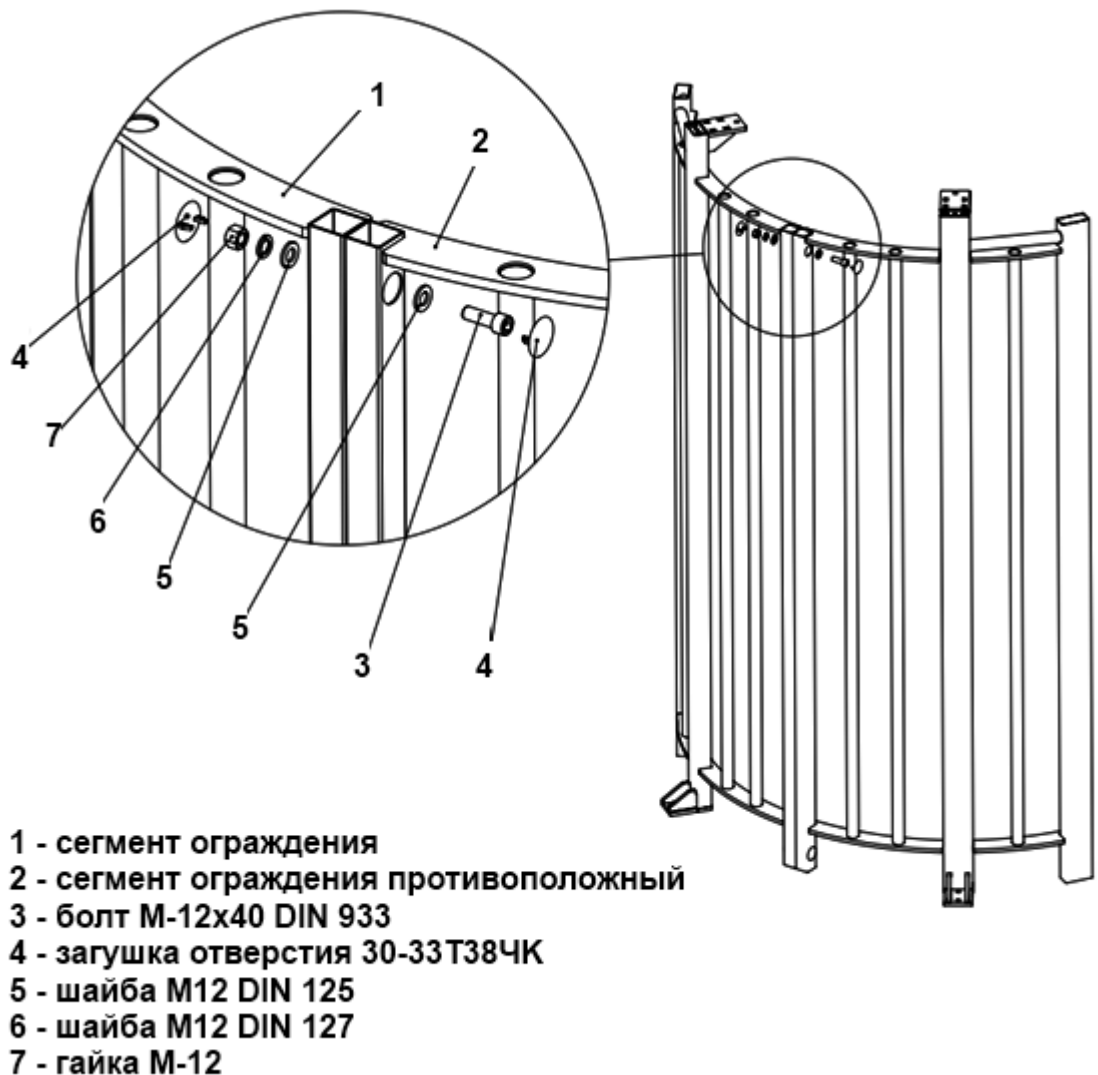

Рисунок 6 – Сборка неподвижной панели ограждения
4.2.5 Рисунок 6 – собрать неподвижную панель ограждения турникета. Установить ее на подготовленную площадку, предварительно пропустив в ее стойку кабели ПУ, кабель питания, кабели СКУД и ОПС к верхнему модулю.